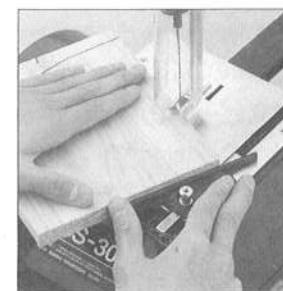

図10
- 角度定規は定規の下についている平板をベースの溝に入れしてください。(図10参照)